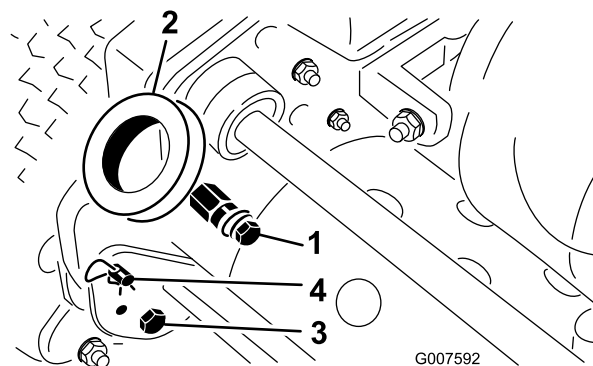

Figura 3
1. Retire los pernos y las contratueras que sujetan la parte inferior de los brazos del manillar a cada lado del cortacésped (Figura 3).
2. Retire los pasadores de horquilla y los pasadores de anilla que fijan los brazos del manillar a la parte de atrás del bastidor (Figura 3).
3. Introduzca los extremos del manillar por los taladros de los brazos del manillar y alinee los taladros con los pasadores de montaje (Figura 3).
1. Retire los pasadores de horquilla de los pasadores de anilla en cada lado del cortacésped (Figura 3).
2. Sujetando el manillar, retire los pasadores de anilla de cada lado y suba o baje el manillar a la posición de operación deseada (Figura 3).